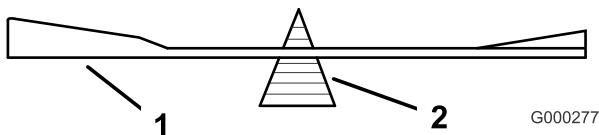

Figure 59
2. Vérifiez l'équilibre de la lame en la plaçant sur un équilibrage (Figure 59).